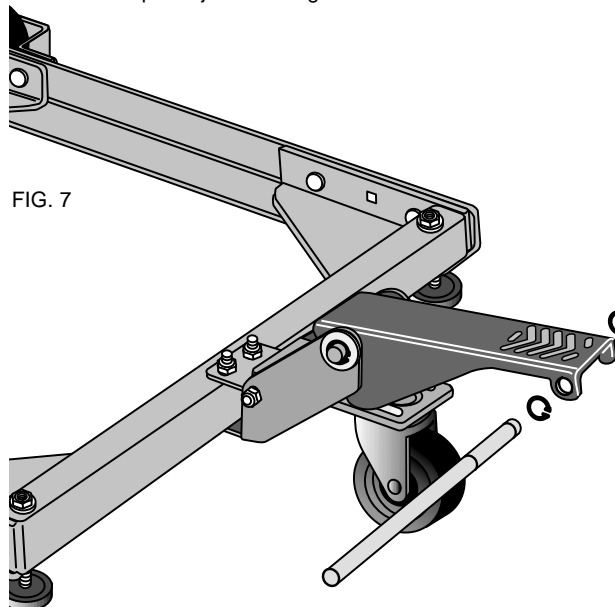

FIG. 7
PASO 8. Instalación de la palanca de extensión (Fig. 7).